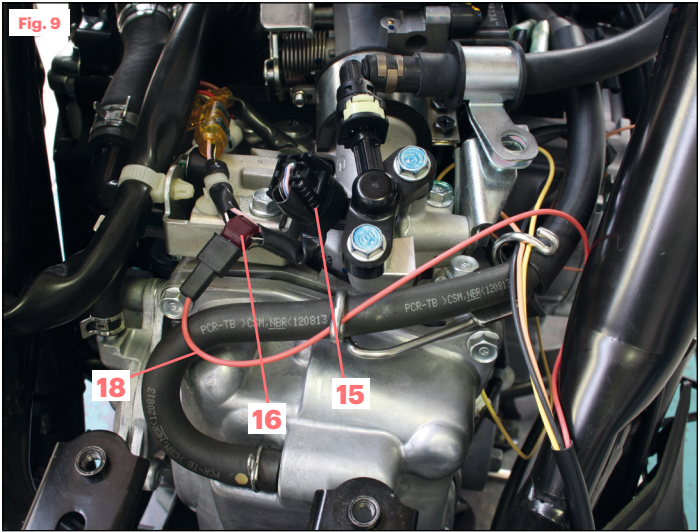

Fig. 11
Art. 5517530B (Fig. 10 - Fig. 11 - Fig. 12)
- Die Kabelverbindung bis zum Konnektor (20) führen (Fig. 11)
- Siga el cableado hasta el conector (20) (Fig. 11)